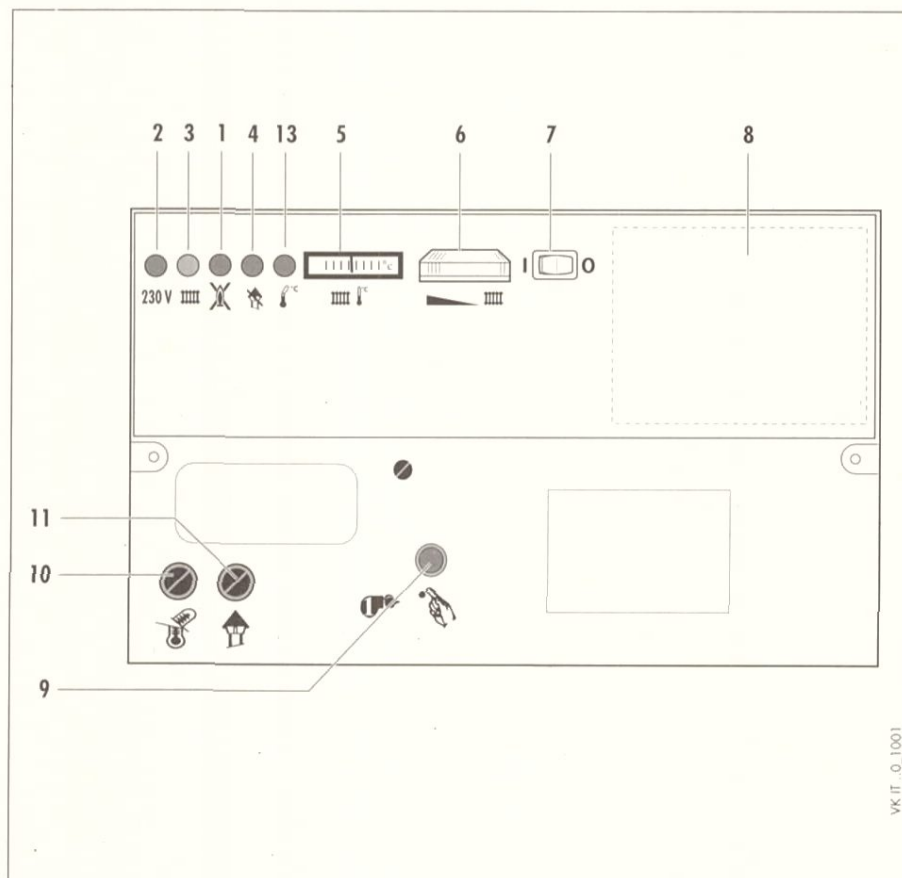

Fig. 3.2
- Controllare se la caldaia è alimentata da corrente elettrica (Indicatore 2 fig. 3.2 acceso).